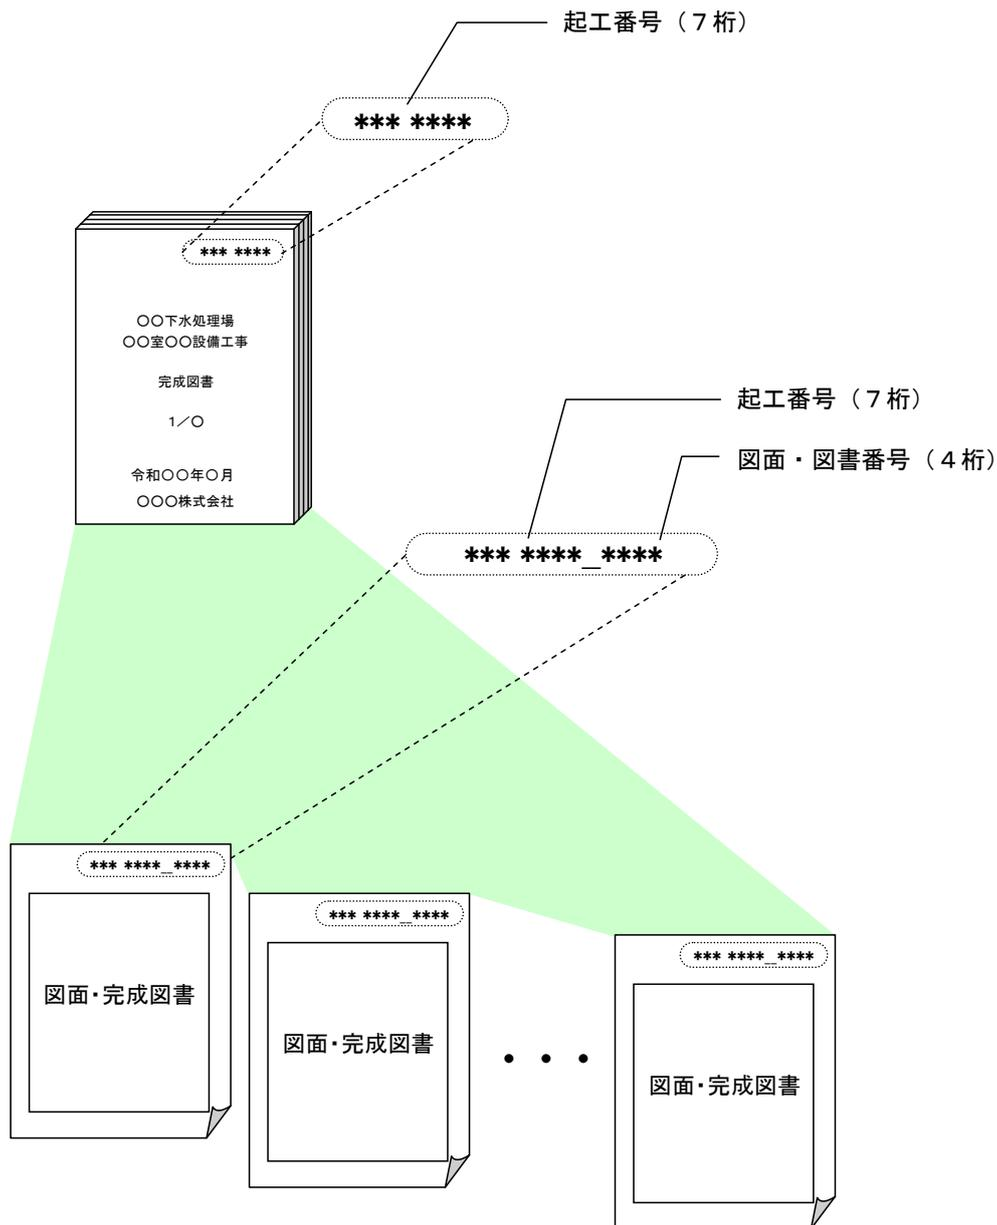

図 3-1 図面・図書管理番号
（図3-1参照）
- (1) 図面及び図書（内表紙及び目次を含む）には、一枚単位に図面及び図書の管理番号を付けること。（図3-1参照）
- (2) 図面及び図書の管理番号は、7桁の起工番号（完成年度）と4桁の図面・図書番号（0001～9999の通し番号）とする。